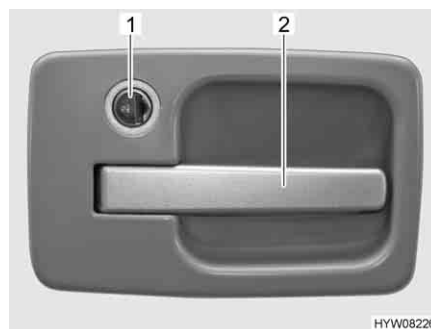

Fig. 26 Serrure de la porte cellule, à l'extérieur
- Insérer la clé dans le barillet (Fig. 26,1) et la tourner jusqu'au symbole ". La serrure de la porte est déverrouillée.
- Tirer sur la poignée de la porte (Fig. 26,2). La porte est ouverte.
- Insérer la clé dans le barillet (Fig. 26,1) et la tourner jusqu'au symbole ". La serrure de la porte est verrouillée.